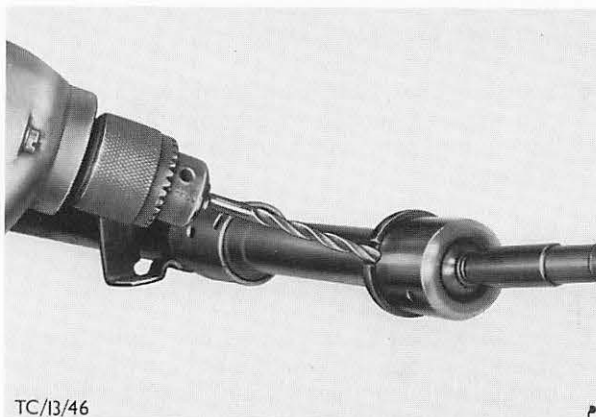

Abb. 23 Sicherungsstift, Spurstangen-Kugelhkopfgehäuse ausbohren
3. Sicherungsstift von Kontermutter und Spurstangen – Kugelhkopfgehäuse ausbohren. Abb. 23. Sicherungsstifte zunächst ankörnen. Durchmesser des zu verwendenden Bohrers: 4 mm. Nicht zu tief bohren! Max. Bohrtiefe: 9,5 mm.